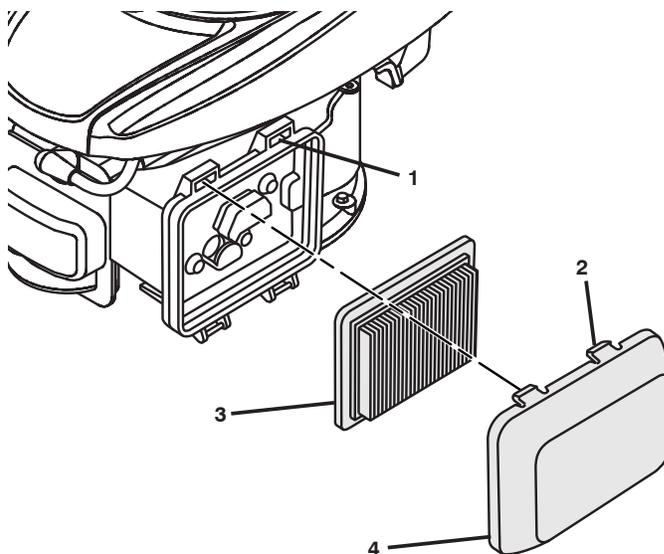

Figure 25
1. Enlevez le couvercle (Figure 25).